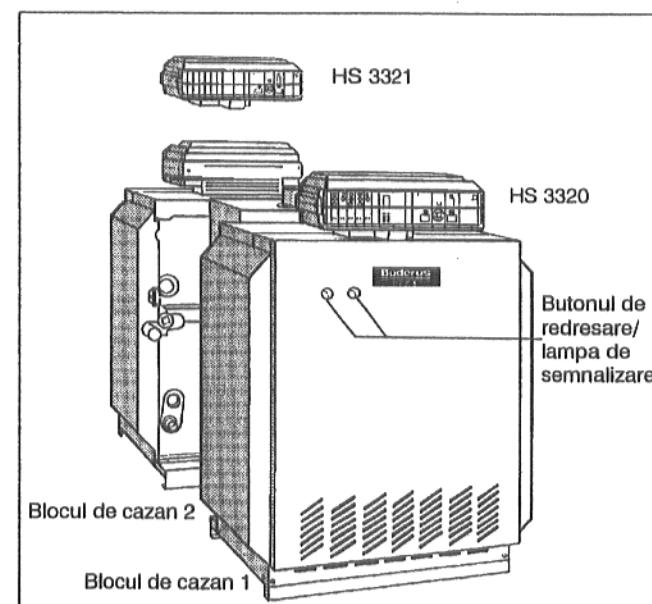

Fig. 5: G334 XDZ cu apărări de reglare HS 332x
- Dacă lampa de semnalizare de la butonul de redresare luminează (Fig. 5), se apasă pe butonul de redresare.